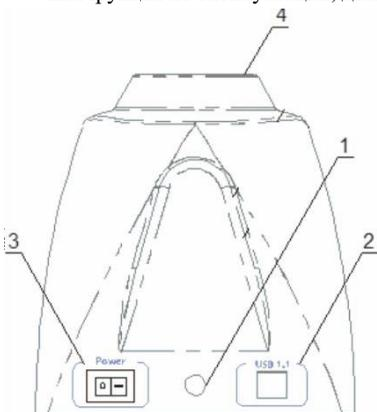

Рисунок 1. Задняя панель
- подключите USB дата кабель к разъему на задней панели прибора (рис. 1/2) и к разъему на персональном компьютере.
- Вставьте пробирку в разъем прибора (рис. 1/4);
6.3. Вставьте пробирку в разъем прибора (рис. 1/4).